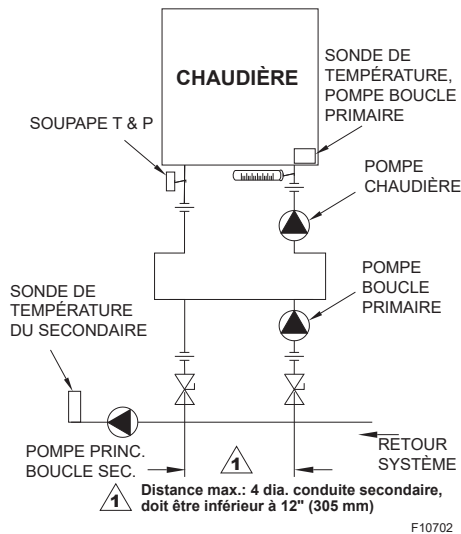

Figure 10. Fonctionnement à l'eau froide
**NOTE:** dans un système à réglage automatique de la température, il est possible d'utiliser une configuration "Fonctionnement à l'eau froide" au lieu d'une vanne de dérivation manuelle, voir Figure 10.